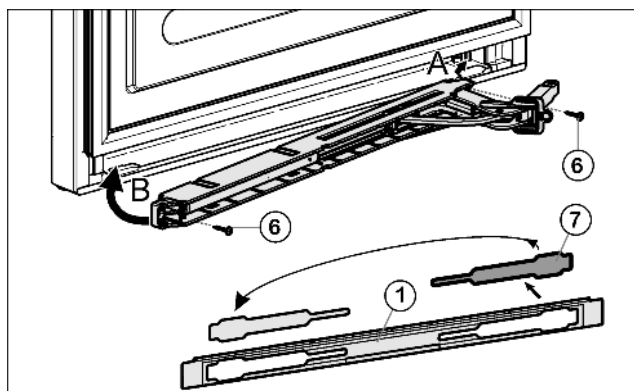

Fig. 10
- ▶ Освободите крышку Fig. 10 (7) из накладки Fig. 10 (1) и снова установите её на другой стороне.
- ▶ Прикрутите (2 шт. Torx® 15) Fig. 10 (6) узел амортизатора закрывания дверцы.